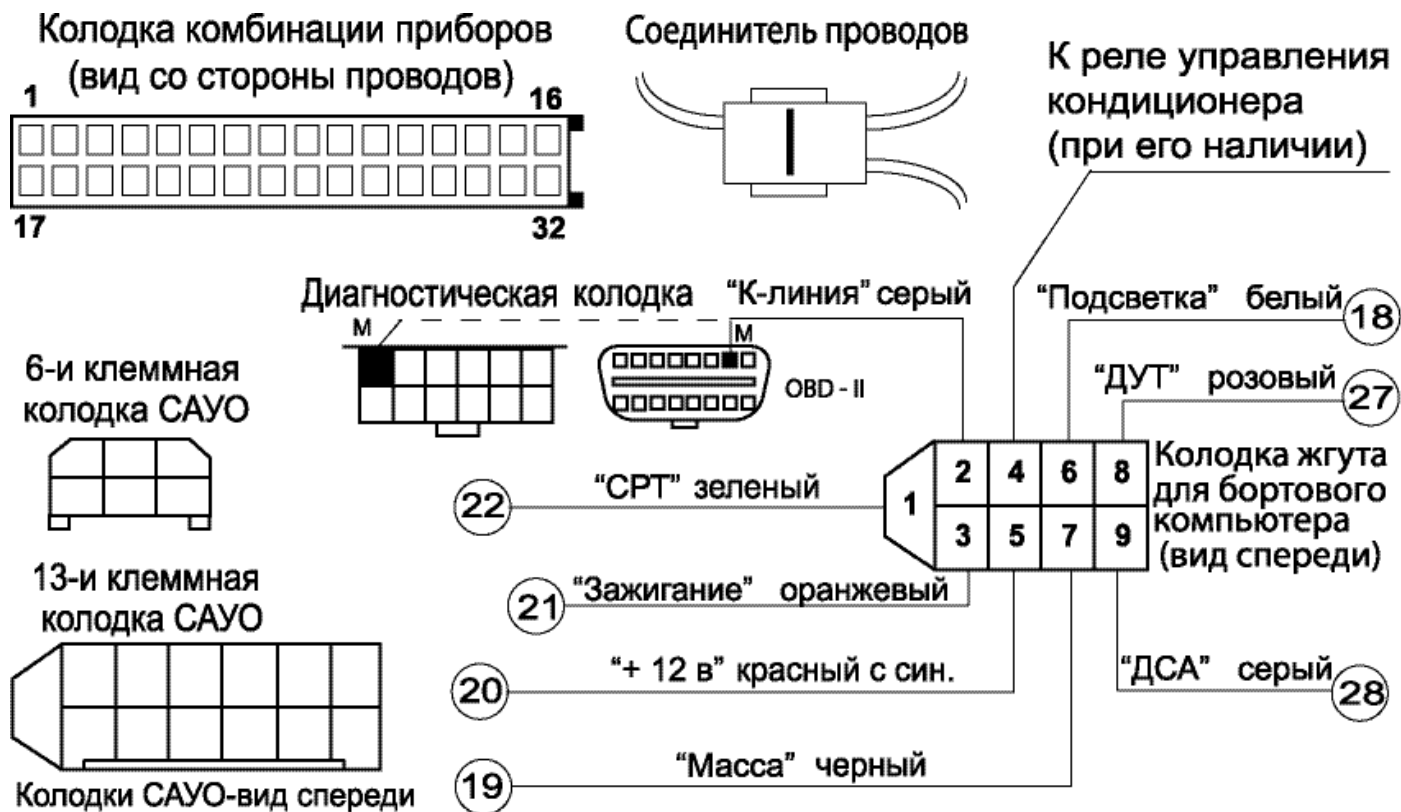

Рис. 1 Подключение БК
4.4.3. Пропустить провод "К - линии" к диагностической колодке, которая находится под рулевой колонкой с правой стороны и подсоединить его к гнезду "М" (рис.1).
4.4.4. Соединителями проводов (входят в комплект) подключить провода жгута БК к проводам жгута колодки комбинации приборов в соответствии с их единой цветовой маркировкой (рис.1).